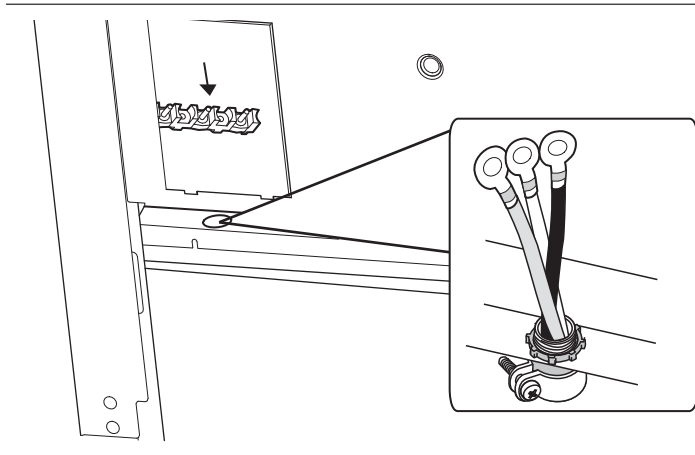

Figura 13: Ubicación del prensacables
1. Localice la caja de conexiones en la parte trasera del aparato y quite la cubierta (consulte la *Figura 13*).
2. Instale el prensacables (no incluido con la estufa) en el orificio de 1 pulg. (6 mm) de diámetro situado en el panel trasero, debajo de la caja de conexiones (vea la *Figura 13*). Pase los cables por el prensacables.